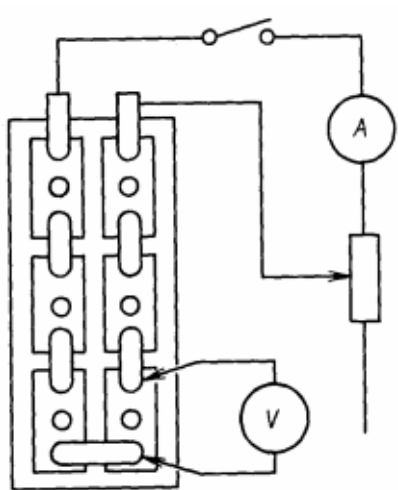

Рисунок 14.3 – Схема разрядки аккумуляторной батареи
– разрядить аккумуляторную батарею током 17,4 А при десятичасовом режиме до напряжения 1,7 В в каждом элементе (рисунок 14.3);